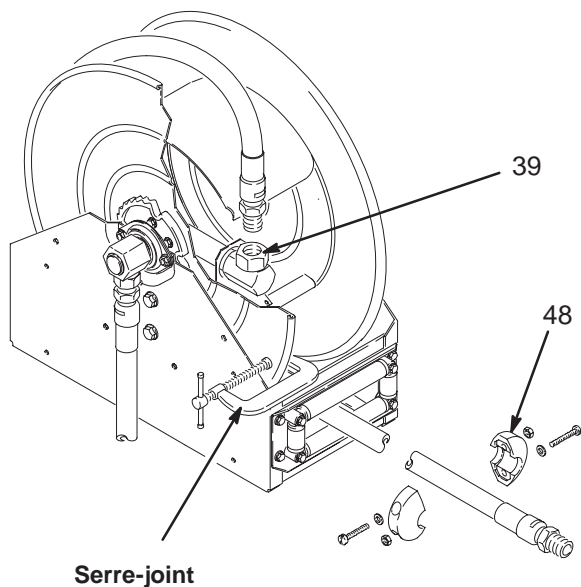

Fig. 7
4. Monter un serre-joints sur le flasque de l'enrouleur afin d'empêcher l'enrouleur de se déverrouiller de façon accidentelle et de tourner librement. Voir Fig. 7.